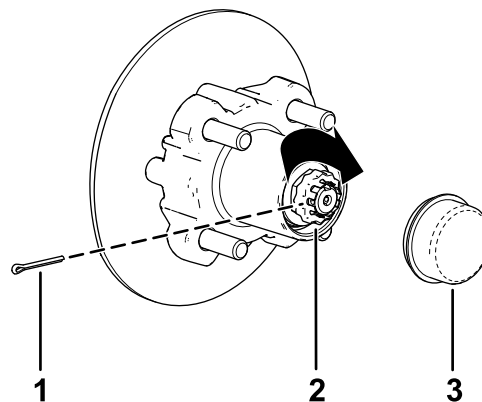

Figura 37
8. Coloque el retén sobre la tuerca y compruebe la alineación de la ranura del retén y el taladro de la claveta del eje (Figura 37).
9. Instale la claveta y doble las patas alrededor del retén (Figura 37).
10. Instale el tapón guardapolvo sobre el cubo (Figura 37).